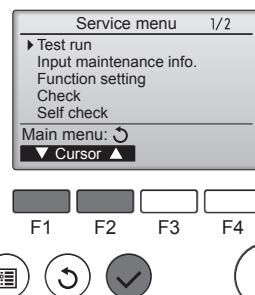

Fig. 8-1
- Vælg "Test run" (Testkørsel) i Service menu (Servicemenu), og tryk på knappen [VÆLG]. (Fig. 8-1)